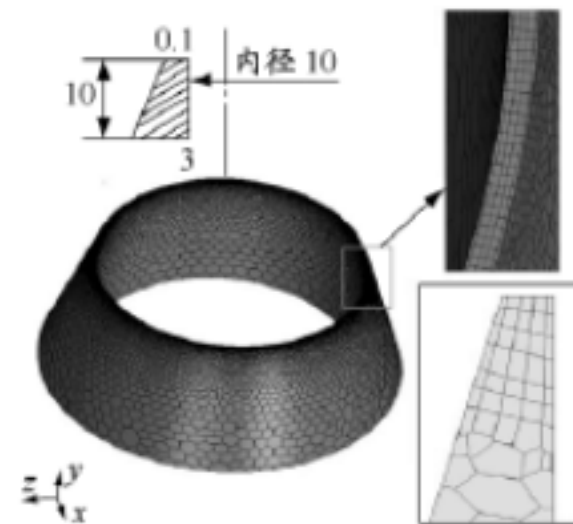

图 5 单区域薄壁网格, mm
对于单区域的模型,可省略步骤 (1) 进行处理。图 5 为单区域薄壁网格示意图。流体通道一端入口径向厚度很薄,沿轴向其壁厚逐渐增大,较薄的一段被划为 5 层网格以符合计算要求。